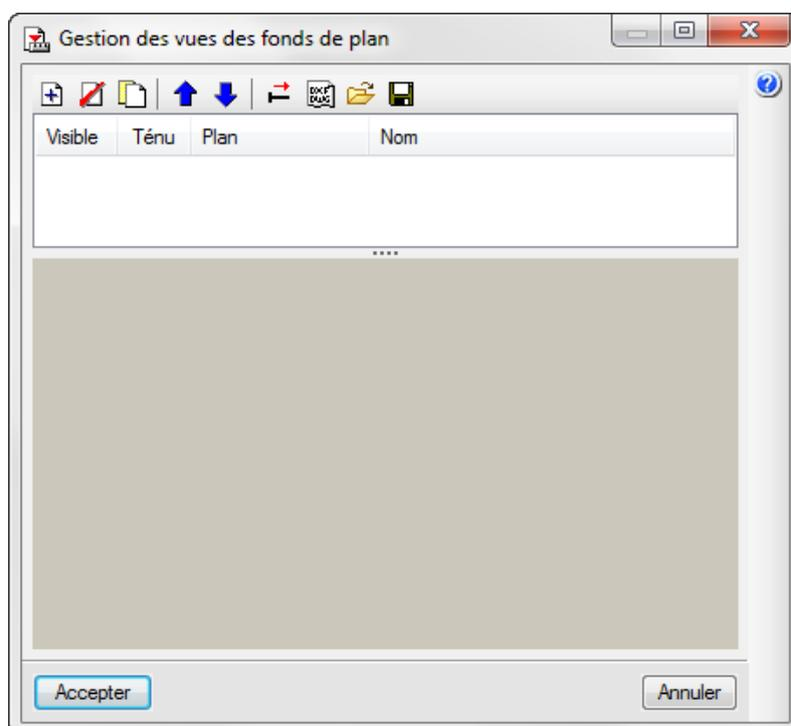
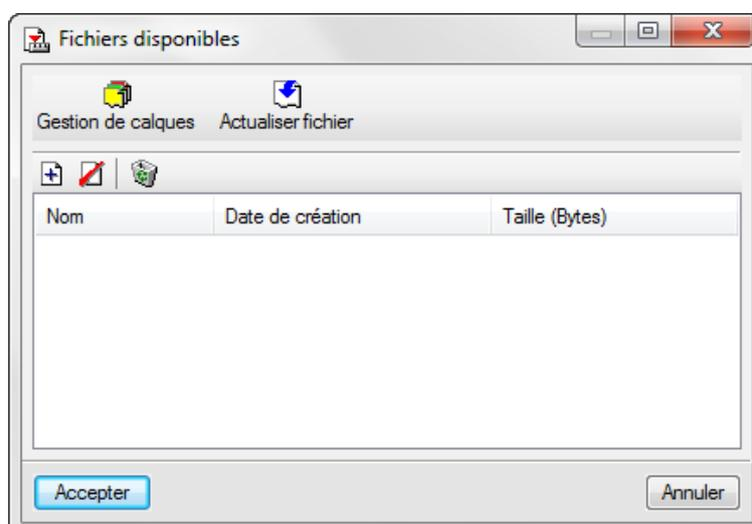

Fig. 16
Fig. 17
1. Cliquez sur le bouton  qui se trouve dans la partie supérieure de la fenêtre de la Fig. 16 et apparaîtra une autre fenêtre Fig. 17.